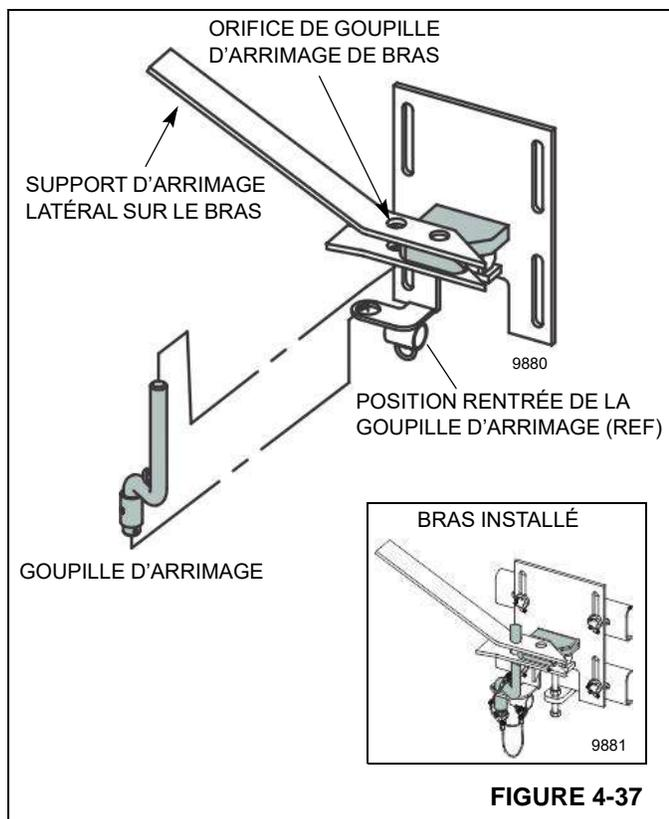

FIGURE 4-37
- b. Ajuster les écrous (3) selon le besoin pour régler la position horizontale de la goupille de support (8).
- c. Serrer les écrous (5).
5. Rétracter lentement la flèche jusqu'à ce que les supports de fixation de bras reposent à l'arrière de la section de base de la flèche. Installer la goupille d'arrimage (Figure 4-37). Vérifier que la goupille d'arrimage est alignée et correctement positionnée dans le crochet d'arrimage sur le support de fixation de bras arrière. Ajuster les supports de fixation de bras avant et arrière selon le besoin pour obtenir un alignement correct.
Vérifier que le bras est bien en place sur le support de fixation de bras arrière et que la goupille d'arrimage (Figure 4-37) est correctement installée avant de retirer les goupilles de bras (Figure 4-35). Le bras risque de tomber s'il n'est pas assujéti correctement pendant l'arrimage et le dressage. Des blessures graves ou mortelles pourraient s'ensuivre.
Vérifier que les goupilles de bras sont correctement installées dans les trous supérieurs et inférieurs du bras sur l'extrémité de flèche (Figure 4-35) avant de retirer la goupille d'arrimage du support de montage de bras arrière (Figure 4-37). Le bras risque de tomber s'il n'est pas assujéti correctement pendant l'arrimage et le dressage. Des blessures graves ou mortelles pourraient s'ensuivre.
15. Rétracter lentement la flèche jusqu'à ce que les supports de fixation de bras reposent à l'arrière de la section de base de la flèche. Installer la goupille d'arrimage (Figure 4-37). Vérifier que la goupille d'arrimage est alignée et correctement positionnée dans le crochet d'arrimage sur le support de fixation de bras arrière.